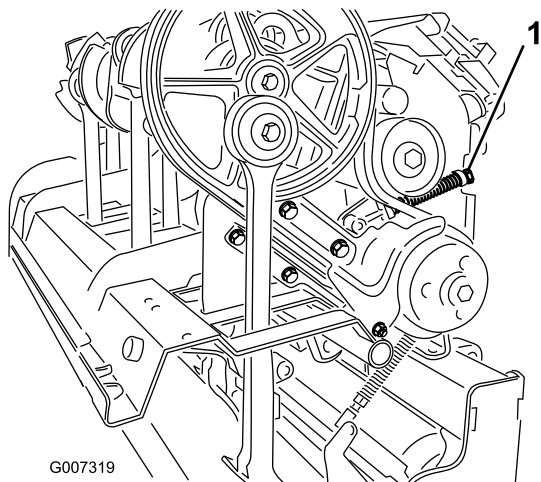

图38
4. 要释放总轮弹簧张紧力应松开固定弹簧定位器图38的锁紧螺母并旋转弹簧定位器。